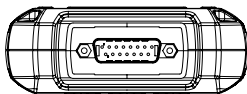

図 2.1.2
7. DB15 オスコネクタ：OBD-II 診断ケーブルを接続するのに使用します。（図 2.1.2 を参照）